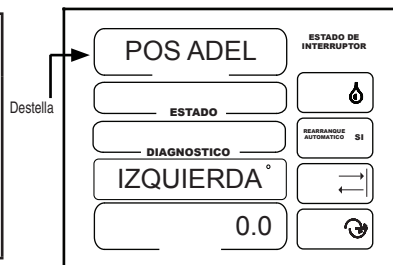

Figura 24-3
1. POS ADEL debe estar destellando. Vea la Figura 24-3.